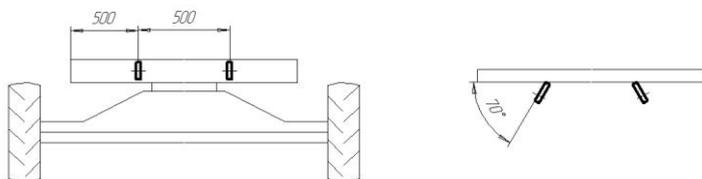

Рисунок 3. Схема приварки кронштейнов (комбайн - вид сзади).
Подготовка измельчителя к работе включает в себя монтаж привода измельчителя (рис. 2), доработку элементов комбайна (рис. 3) и монтаж измельчителя на комбайн.
10. Приварить кронштейны на несущую заднюю балку комбайна по схеме (рис. 3).